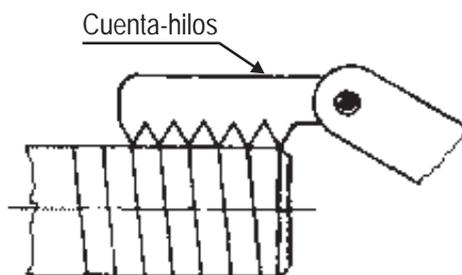
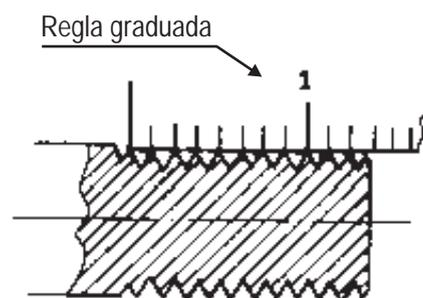

Fig. 6
Fig. 7
- e) Maniobre la palanca para el avance de roscar y deje que la herramienta marque unos diez filetes (Fig. 6)
- g) Verifique el paso obtenido con ayuda del cuenta-hilos (Fig. 6) o una regla graduada (Fig. 7).